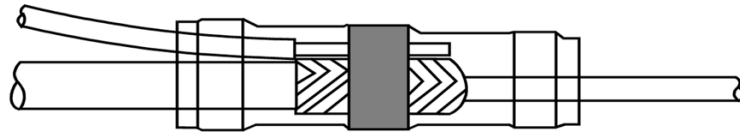

Figure 6-2.
- ❑ Installez le manchon thermique comme indiqué à la figure 6-2 (CASA AC 21-99). Prévoyez un fil de reprise de masse de 4 pouces (10 centimètres) :